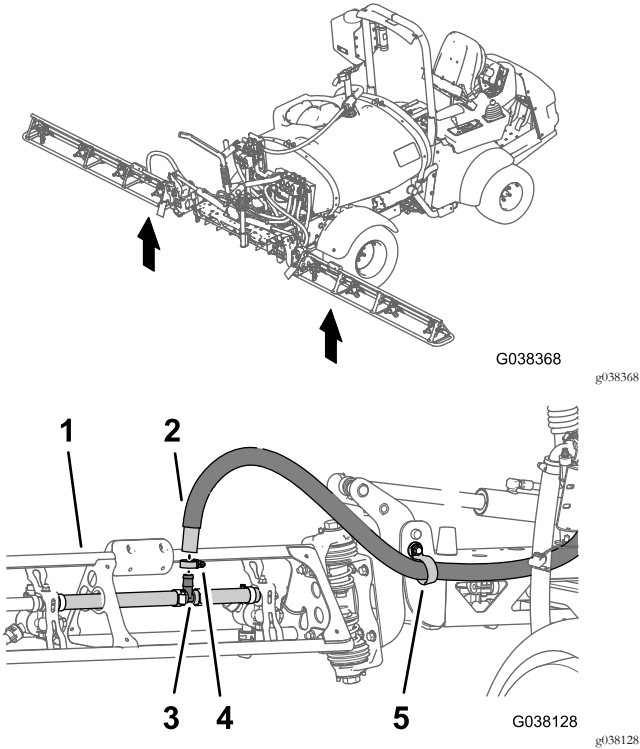

图14
1. 在外部喷洒臂段取下将喷洒臂段的供水软管固定到宝塔 T 形接头的软管夹 图14。
2. 从 T 形接头上拆下软管 (图14)。
3. 从 R 形夹上取下软管的自由端 (图14)。